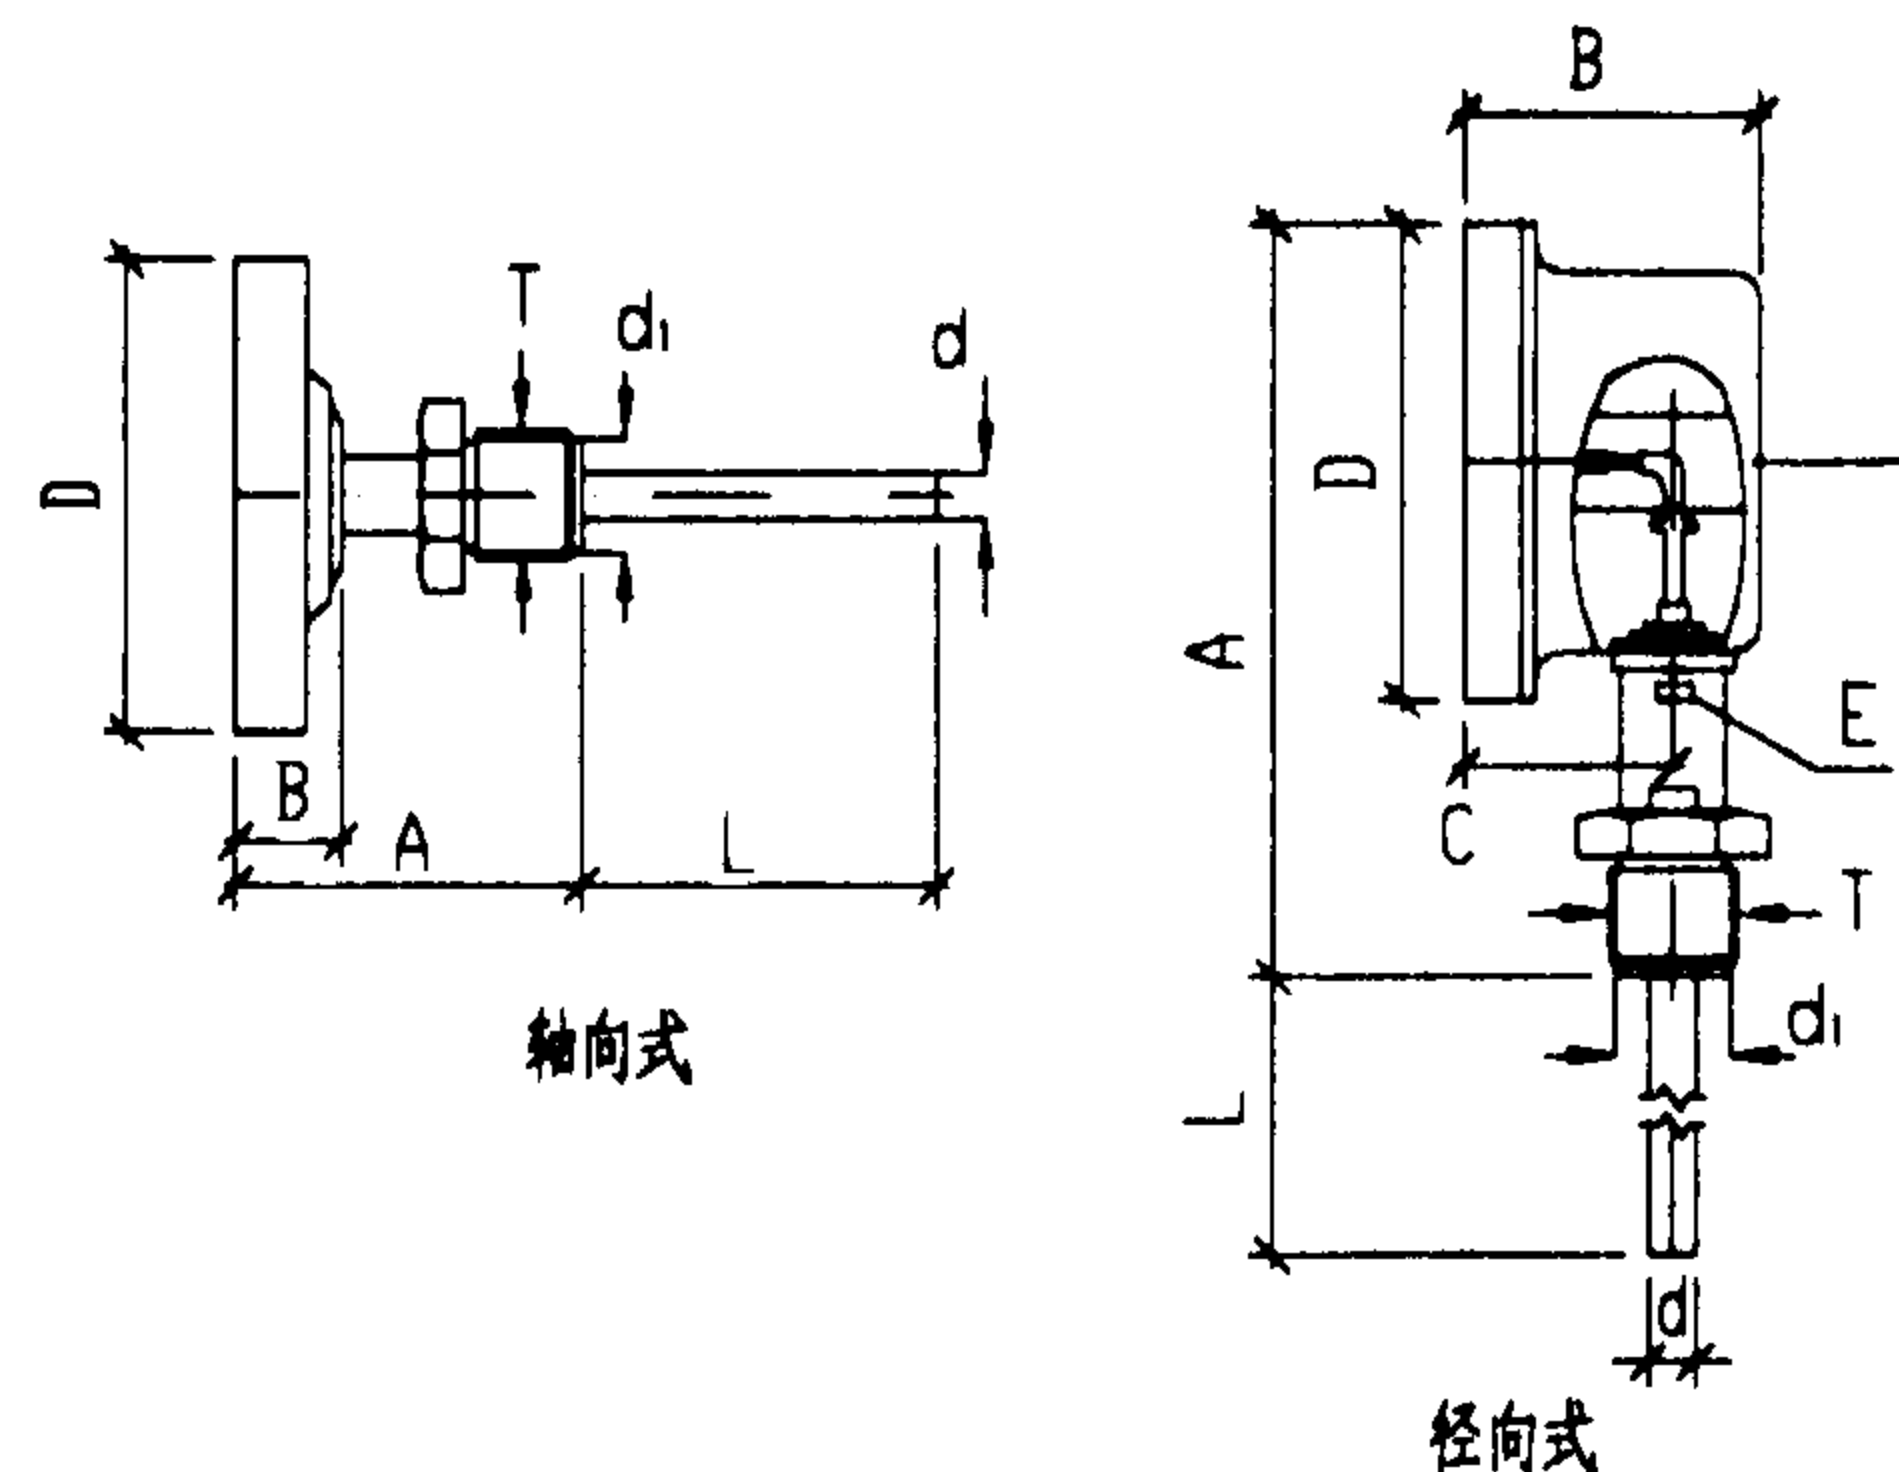

图2 双金属温度计外型图
2. **双金属温度计**: 双金属温度计WS、WSS, 电接点温度计为WSX、WSSX。温度测量极限范围, 最低极限温度为 -60°C , 最高极限温度为 500°C , 正常工作环境温度温度为 -20°C ~ 60°C 。保护套管插入被测介质的深度为150~500/100~1500, 接头螺纹为M27x2、G1/2、G3/4、M16x1.5, 电接点温度计的接点功率为10VA, 最大工作电压为220V/380V, 最大工作电流为1A。双金属温度计的外型见图2。